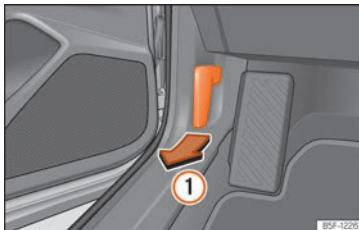

Abb. 200 Entriegelungshebel im Fahrerfußraum.
- Öffnen Sie die Tür und ziehen Sie an dem Hebel unterhalb der Instrumententafel >>> (Abb. 200) ①.